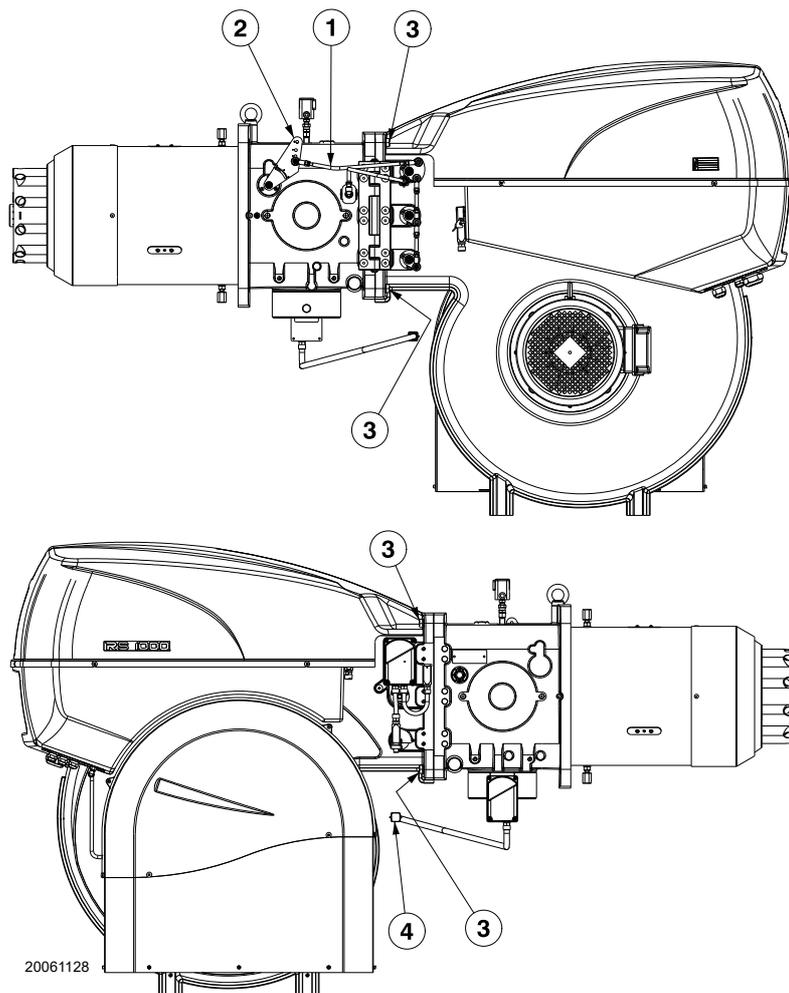

Abb. 36
- Den Zuganker 1)(Abb. 36) des Steuerhebels des Flammkopfs durch Lockern der Mutter 2) entfernen;